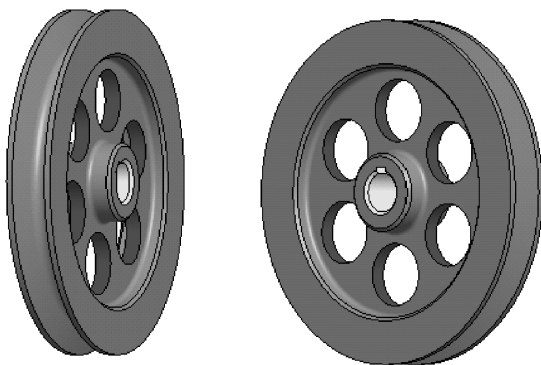
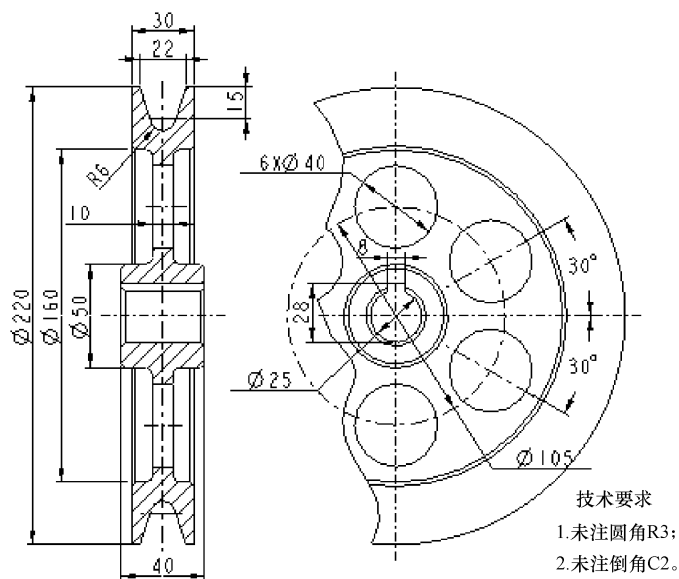

图 4-138 带轮模型
图 4-139 带轮工程图
【例 4-9】 利用拉伸和旋转创建如图 4-138 所示的带轮模型, 工程图如图 4-139 所示。
(23) 在图形区双击尺寸数字，将倒角大小修改为“3”，在图形区单击鼠标中键完成倒角，最后完成的模型如图 4-138 所示。
(24) 保存文件并关闭窗口，拭除不显示。